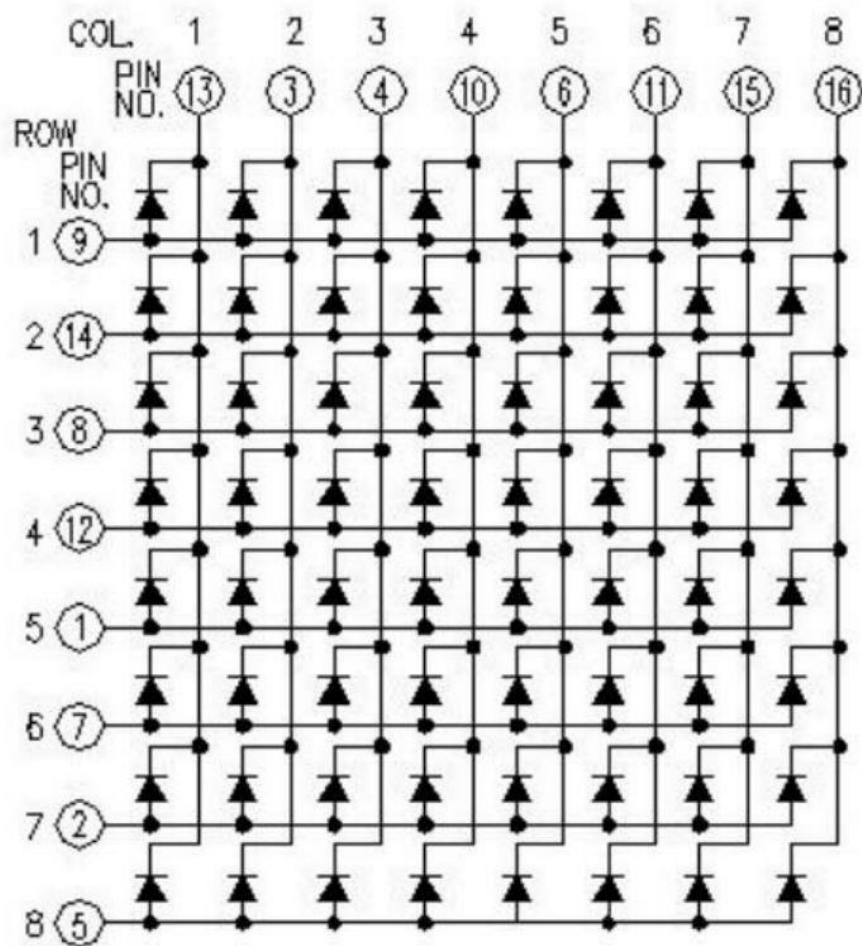

图6-2 8×8 LED点阵屏
如图6-2所示，LED点阵后面有两排针脚，一排以1开头，即1~8针脚，一排以9开头，即9~16针脚，图中⑨、⑭、⑧、⑫、①、⑦、②、⑤为针脚对应的数字。当ROW的⑨、⑭、⑧、⑫、①、⑦、②、⑤为高电平，COL PIN NO.为低电平的时候，LED灯即全部被点亮，为了方便操作行和列，可以将ROW的8个引脚接到PyBox的X1~X8，COL的8个引脚接到PyBox的Y1~Y8，这样就可以通过控制X引脚、Y引脚来决定点亮哪个灯、熄灭哪个灯，并且想显示任何字符都没有问题，快来试
如图6-2所示，X1~X8引脚接点阵屏的数字1~8针脚，Y1~Y8引脚接点阵屏的数字9~16针脚。点阵屏上面两排针脚，一排以1标注，表示依次是1~8，同理另外一排是9~16。